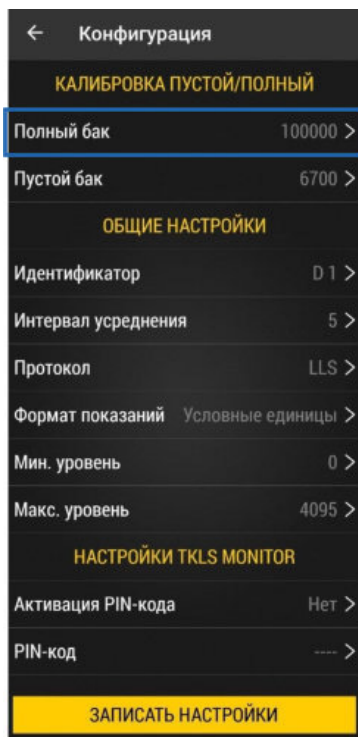

Рис.20. Меню «Конфигурация».
- Убедитесь, что датчик подключен к мобильному приложению и в меню «Конфигурация» выберите «Полный бак» (**Рис.20**).